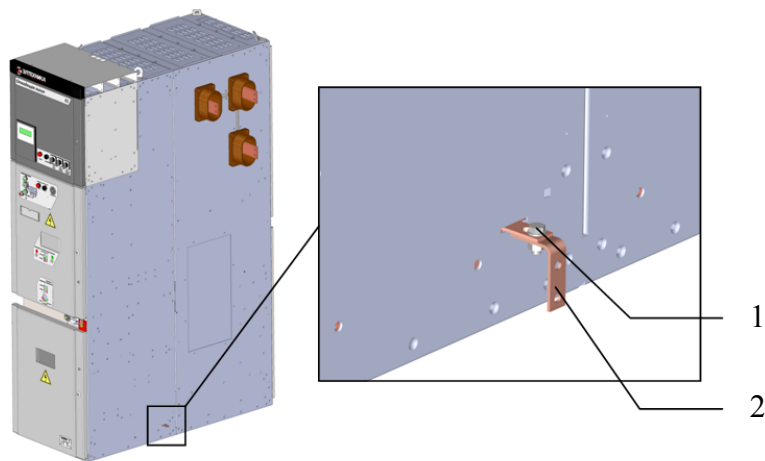

Рис. 24. Сборка системы заземления секции КРУ
2.5.2.5 В нижней боковой части корпусов шкафов КРУ предусмотрены отверстия для системы заземления секции согласно рис. 24. С фасада в нижней части каждого шкафа КРУ предусмотрена шина заземления. Выводы шин системы заземления необходимо присоединить к общему контуру заземления.